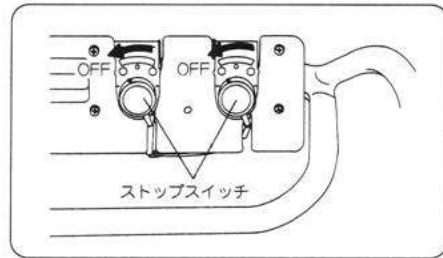

図32
- ①エンジンを停止する時は、スロットルレバーを戻し低速回転になってからストップスイッチをOFF(停止)位置にしてください。(図32)